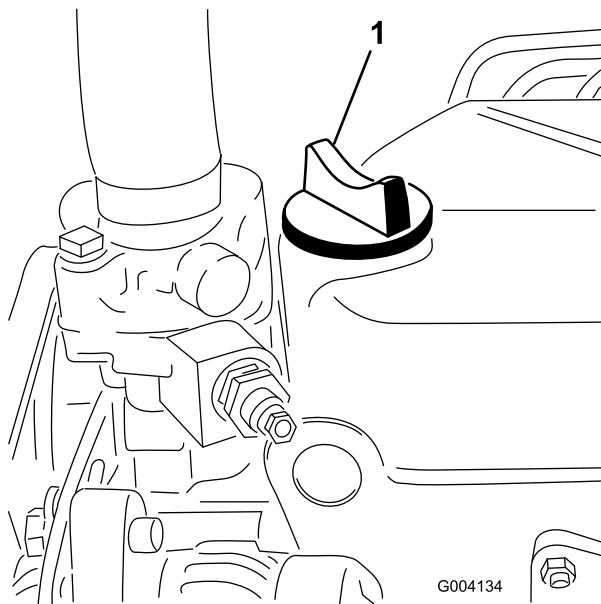

Bild 28
5. Wenn der Ölstand unter der Voll-Markierung liegt, nehmen Sie den Fülldeckel ab (Bild 28) und gießen Sie genug Öl ein, um den Ölstand bis zur Voll-Markierung am Peilstab anzuheben.